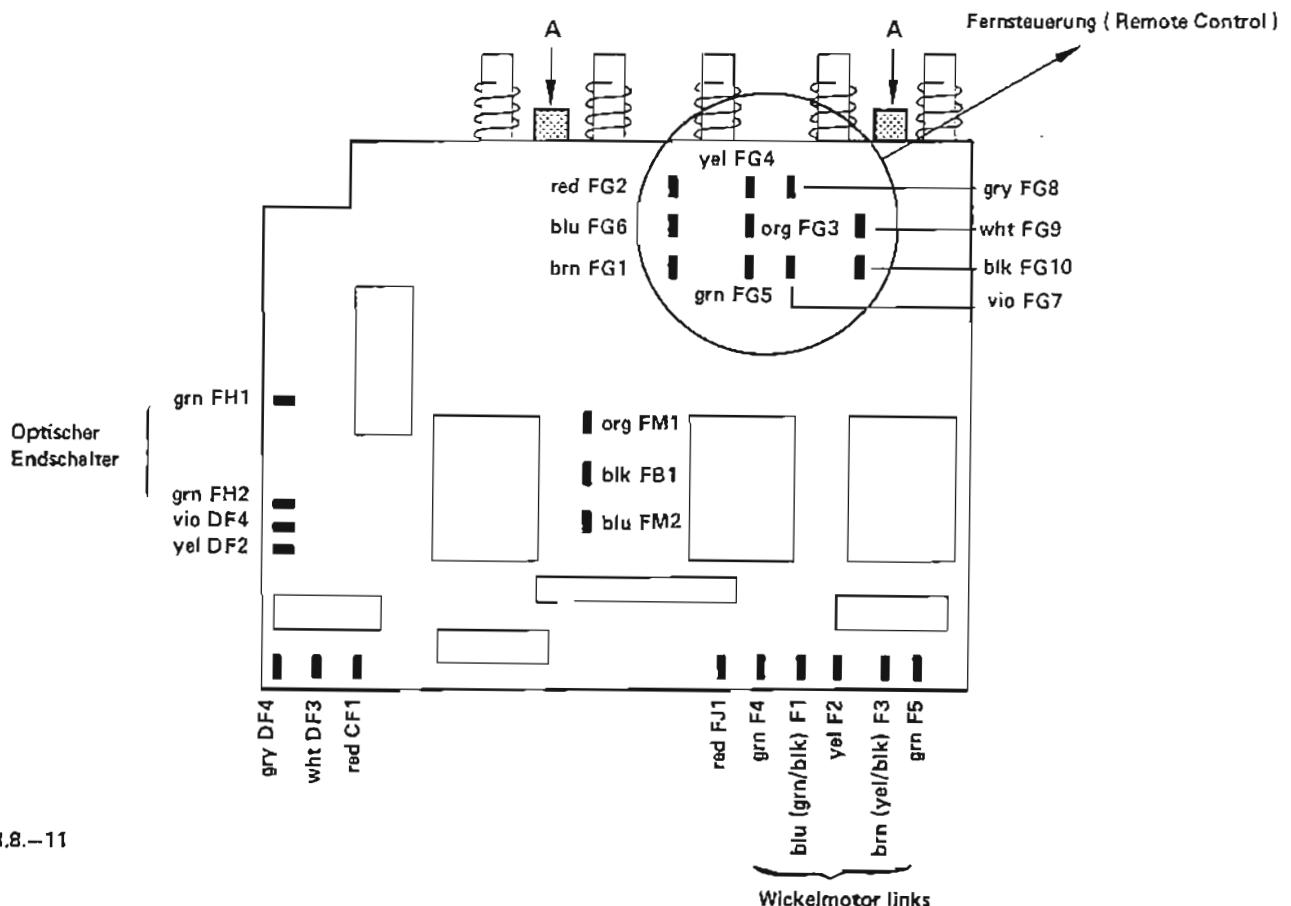

Bild 3.8.-11
- Schrauben A ( Bild 3.8.-11 ) lösen. Mit dem Steuerprint nach unten ausfahren.